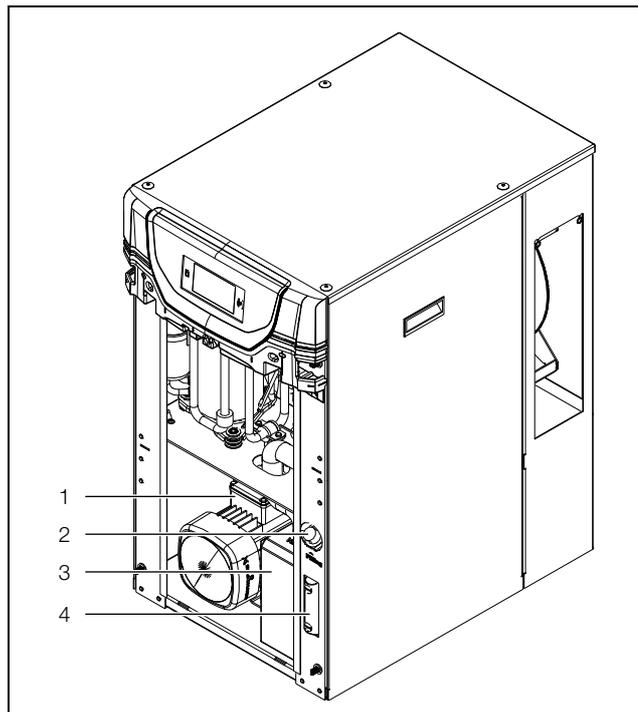

Fig. 38 : remplissage du liquide de refroidissement
- Remplir le refroidisseur d'eau en eau en utilisant l'embout de remplissage de la cuve (fig. 38, pos. 2).
- Vérifier le niveau à l'aide du témoin de remplissage (fig. 38, pos. 4).